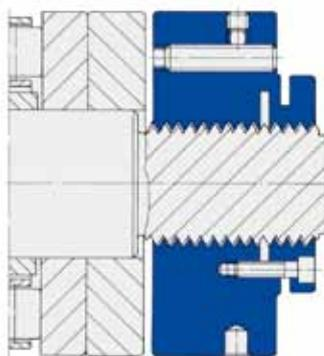

Fig. 5
3. クランピングスクリーウを徐々に対角的順序で締め付け、SPIETHロックナット自身が回転しづらくなるまで締め付けてください。その段階でねじフランクの遊びがほとんど除去されています。(Fig.5)